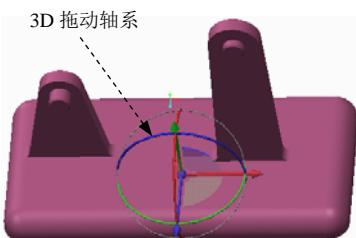

图 2.3.7 引入基座零件
(2) 此时系统弹出文件“打开”对话框，选择基座零件模型文件 base.prt，然后单击 **打开** 按钮。此时系统弹出“元件放置”操控板，并在图形区中显示图 2.3.7 所示的模型。
(1) 在图 2.3.8 所示的“元件放置”操控板中单击 按钮，隐藏图 2.3.7 所示的 3D 拖动轴系。
(2) 单击 **放置** 按钮，在 **约束类型** 下拉列表中选择 **默认** 选项，将元件按默认放置，此时操控板中显示的信息为 **状况:完全约束**，说明零件已经完全约束放置；单击操控板中的 按钮。